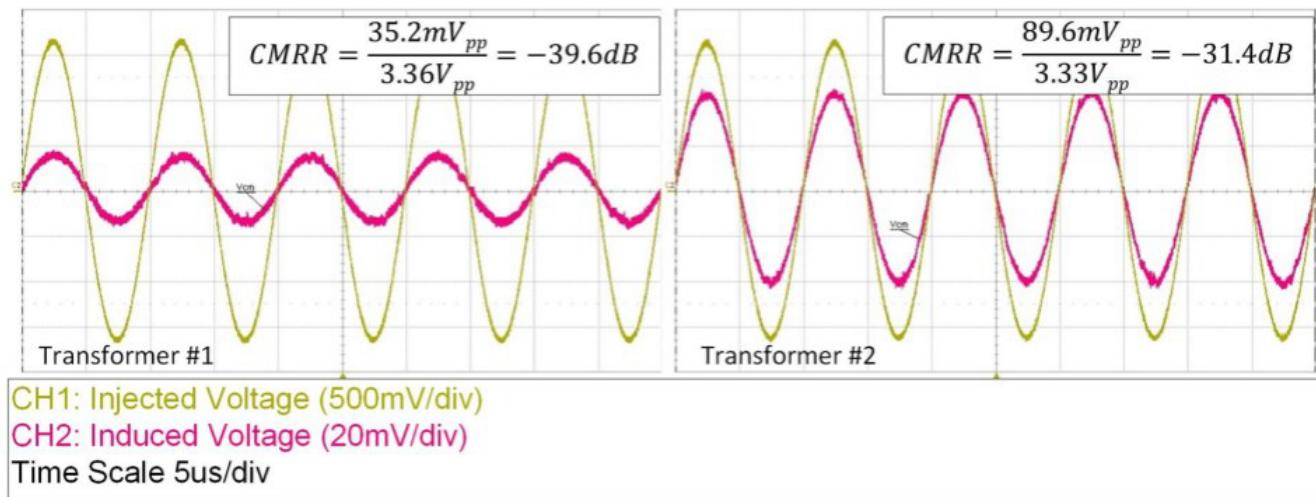

図 3. 時間ドメイントラスの同相信号除去比テストの結果は、100kHz のテスト周波数で、トランス #1 が生成する同相モードノイズがトランス #2 が生成するものよりも少ないことを示しています。出典:テキサス・インスツルメンツ
**図 3** に、2 つの異なるトランスに対する 100kHz でのテストの結果を示します。トランス #1 で使用される構造の同相信号除去比は  $-39.6\text{dB}$ 、トランス #2 の同相信号除去比はこれより高く  $-31.4\text{dB}$  となります。これはトランス #1 で発生する同相モードノイズがトランス #2 が発生するものより少ないことを意味します。関数発生器を使用すると、さまざまな周波数でトランス特性を調べることができます。